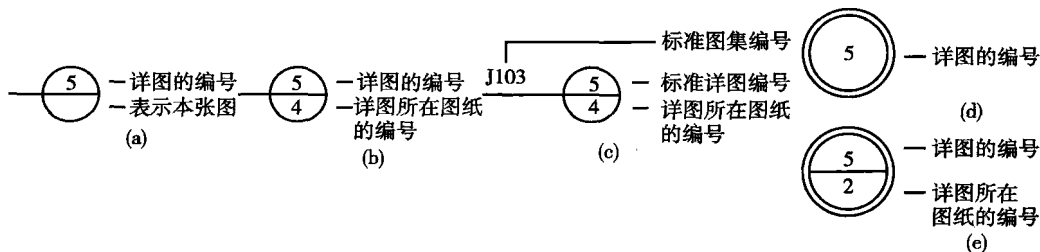

图 1-1 详图索引标志和详图标志
(1)所索引的图在本张图纸上时,表示方法如图 1-1(a);所索引的详图不在本张图纸上时,表示方法如图 1-1(b);索引的图纸采用标准详图时,须在中间横线左上面写上标准图代号,如图 1-1(c)所示,查阅该 J103 标准图集的第 4 号图中的第 5 号详图。
(2)详图的本身标志,采用双圆圈表示,外细内粗,外径 16 mm,内径 14 mm,如图 1-1(d)、(e)所示,其中(d)为在本图纸上。